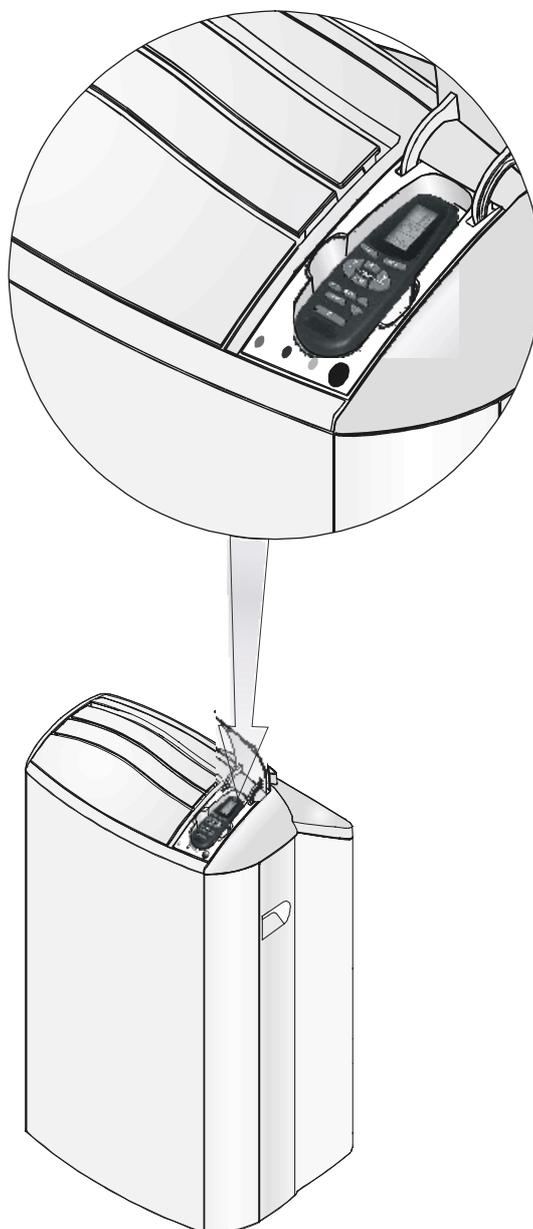

Figura 14. Applicazione del telecomando
- Rimuovere le pile dall'unità del telecomando, come illustrato nella precedente figura 14. Usare due pile AAA da 1.5 volt.
Quando l'unità non è in uso, adoperare lo scomparto del telecomando. Il telecomando può essere facilmente inserito o estratto dal suo scomparto. (Vedi Figura 14).